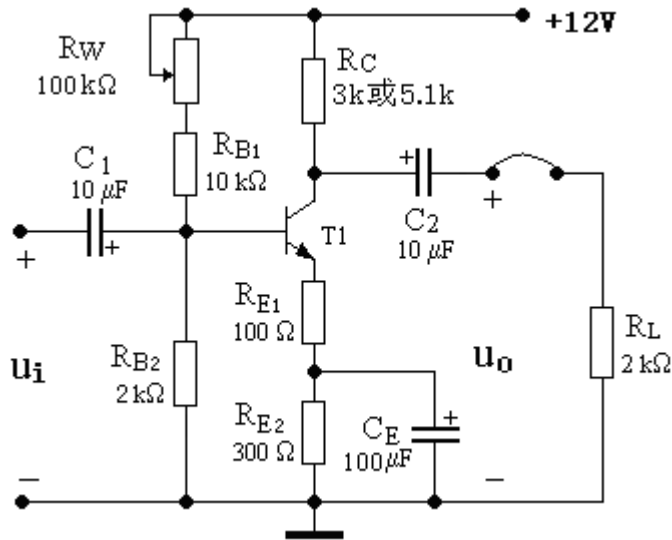

图 5-1 共发射极单管交流放大电路
图 5-1 为分压式偏置的单管交流放大电路，与固定偏置的基本放大电路相比，由于引入了直流负反馈和交流负反馈，静态工作点(Q)和交流电压放大倍数( $A_u$ )的稳定性都有了明显改善，还提高了电路的输入电阻  $r_i$ 。这里仅将分压式偏置放大电路稳定静态工作点的原理简述如下：由于实验所要求静态工作点的集电极电流  $I_C$  仅为 1mA，故静态时晶体管 T1 的发射极电位  $V_E$  只有 0.4V 左右，静态基极电位  $V_B$  约为 1.1V 左右。 $R_{B2}$  中的静态电流约为 550  $\mu$ A，而流入晶体管的基极静态电流为  $I_C/\beta$ ，大概只有 10-20  $\mu$ A 左右，所以基极电位  $V_B$  主要由  $R_W$  的一部分加上  $R_{B1}$  与  $R_{B2}$  分压决定，基本上不受温度影响。若由于温度、电源电压波动、元件参数变化引起  $I_C$  增加，则  $I_E$  也相应增加，则发射极电位  $V_E$  也会随之上升，导致净输入电压  $U_{BE} = V_B - V_E$  减小，从而使  $I_B$  自动减小， $I_C$  也跟着减小恢复到差不多原来的水平，这样就可基本保持静态工作点(Q)的稳定。如果各种原因引起  $I_C$  减小，则变化过程使  $I_B$  自动增加， $I_C$  仍会恢复到接近原来的水平。
- 1、按原理图 5-1 连接电路（输入电压  $u_i$  和负载电阻  $R_L$  暂不接入）， $R_C$  接 3K $\Omega$ 。